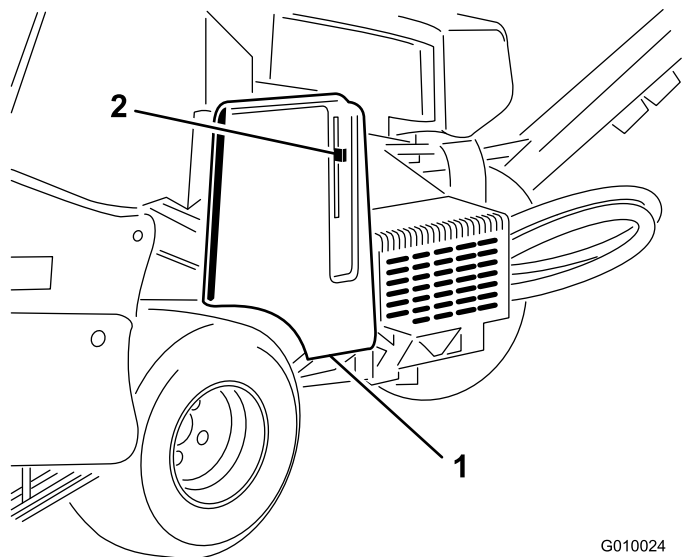
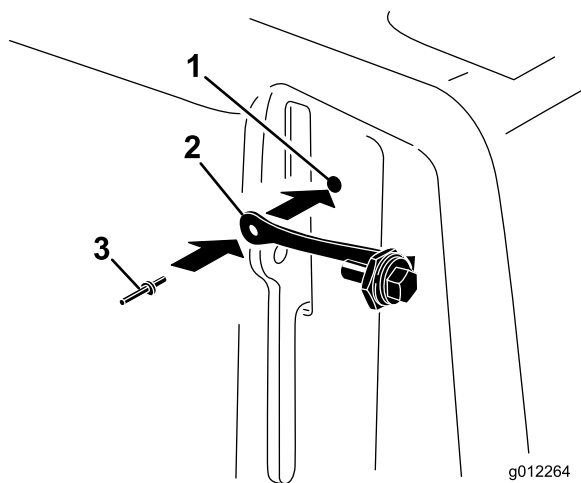

Figura 6
Figura 7
1. Individuate il foro sul copricinghia, vicino alla leva del dispositivo di fermo (Figura 6 e Figura 7).
2. Fissate il cordino al foro presente sul copricinghia per mezzo di un ribattino con spina (Figura 7).